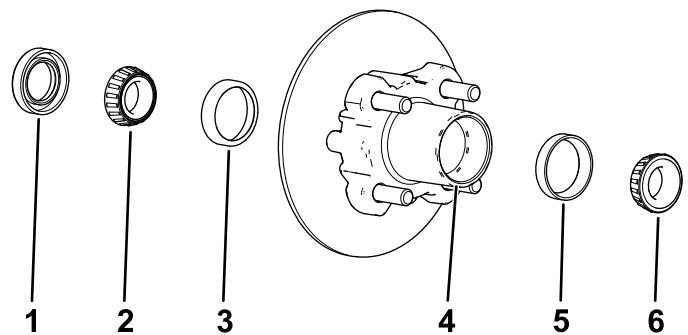

图 36
1. 从轮毂上拆下外置轴承和轴承座圈 **图 36**。
2. 从轮毂上拆下密封件和内置轴承 **图 36**。
5. 清除轮毂轴承腔内的所有润滑脂、污垢或碎屑 **图 36**
7. 向轮毂轴承腔注入 5080% 的指定润滑脂 **图 36**。
8. 将内置轴承装入轮毂内侧的座圈上并装上密封件 **图 36**。